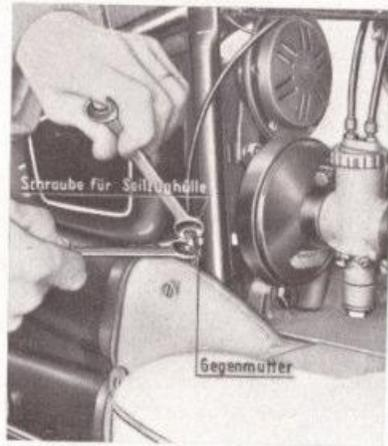

Abb. 19
1. Durch **Rechtsdrehen** der Schraube für Seilzughülle (Abb. 19) nach vorherigem Lockern der Gegenmutter.
erfolgter Einstellung wieder festzuziehen. Das hierbei entstehende Spiel im Seilzug wird nun durch **Linksdrehen** der Schraube für Seilzughülle (Abb. 19) so weit reduziert, daß das Spiel zwischen Druckschraube und -stange 0,5–0,8 mm beträgt.